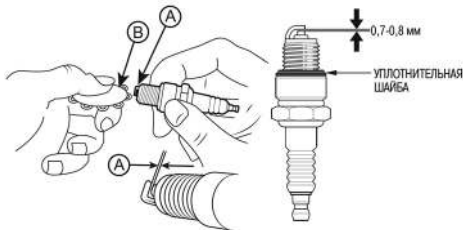

Рис. 15. Проверка межэлектродного зазора
4. Измерьте зазор А между электродами свечи зажигания специальным щупом В. Зазор должен быть 0,7-0,8 мм (Рис. 15). При увеличении или уменьшении требуемого зазора, рекомендуется заменить свечу, так как регулировка зазора может привести к изменению качества искрообразования.